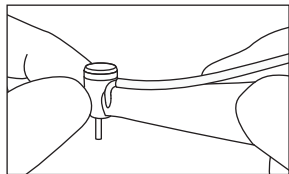

Abb. 10
- 5) Nachdem das Instrument zum Stillstand gekommen ist, berühren Sie bitte den Kopf des Instruments um sich zu versichern, dass keine abnorme Erhitzung (Abb. 10) vorliegt.